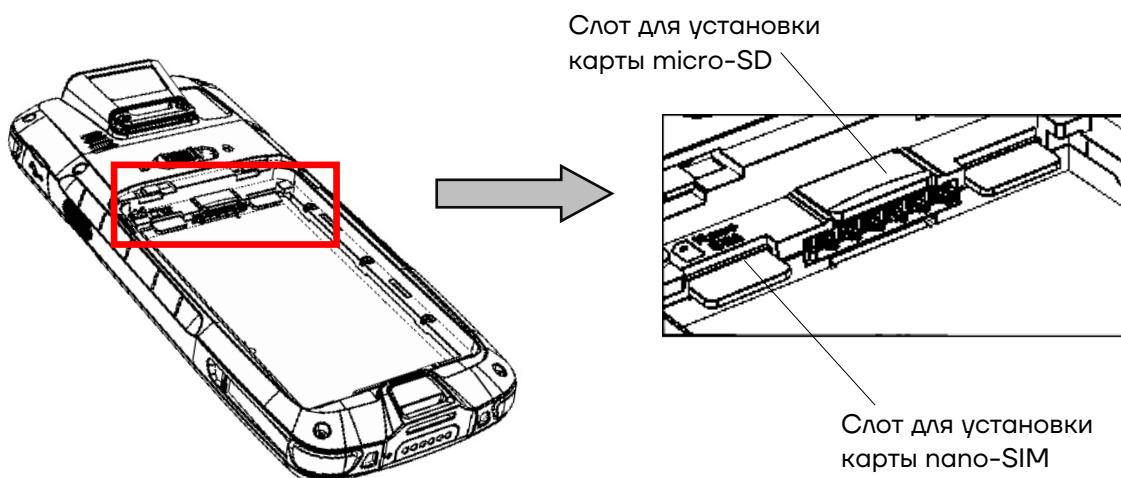

Рисунок 8. Расположение слотов для карт nano-SIM и micro-SD
- 1 Открыть крышку отсека для АКБ и извлечь АКБ – выполнить пункты 1–5 раздела «Замена аккумулятора». Получить доступ к слотам для карты памяти micro-SD и nano-SIM, которые расположены на дне отсека для АКБ (см. рисунок 8).